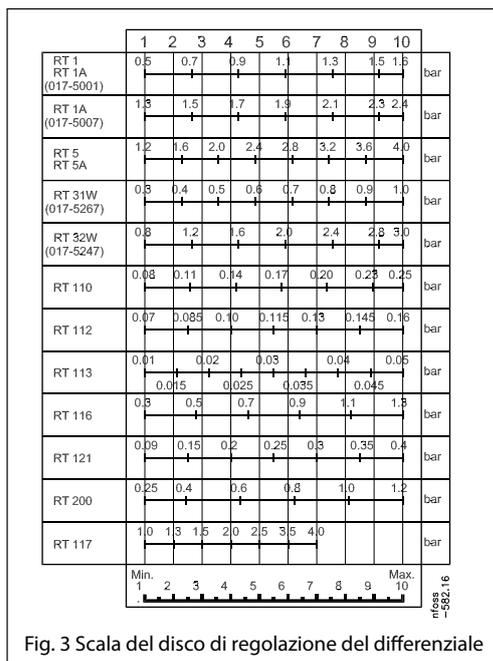

Fig. 3 Scala del disco di regolazione del differenziale
Il valore viene impostato usando la manopola di regolazione (5) leggendo allo stesso tempo la scala di regolazione (9). Per i pressostati muniti di cappuccio di tenuta, devono essere usati appositi utensili. In unità provviste di differenziale fisso, la differenza tra pressione di inserimento e disinserimento è fissa. Se le unità hanno differenziale regolabile, il coperchio anteriore deve essere rimosso. Il disco differenziale (19) deve essere impostato in base al diagramma di fig. 3.